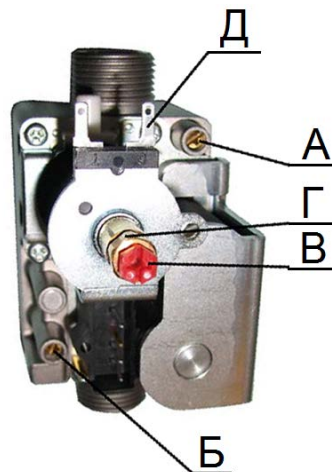

Рис. 7 Регулятор подачи газа
- снять пластмассовый колпачок с регулировочных винтов В и Г (см. рисунок 7).